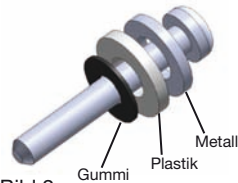

Bild 2
- Die Gehäuserückwand mit geeigneten Schrauben (Durchmesser 4 bis 5 mm) und Dübeln an der Decke oder an der Wand befestigen. Dabei die mitgelieferten Dichtringe und Scheiben verwenden (richtige Reihenfolge beachten: Bild 2).